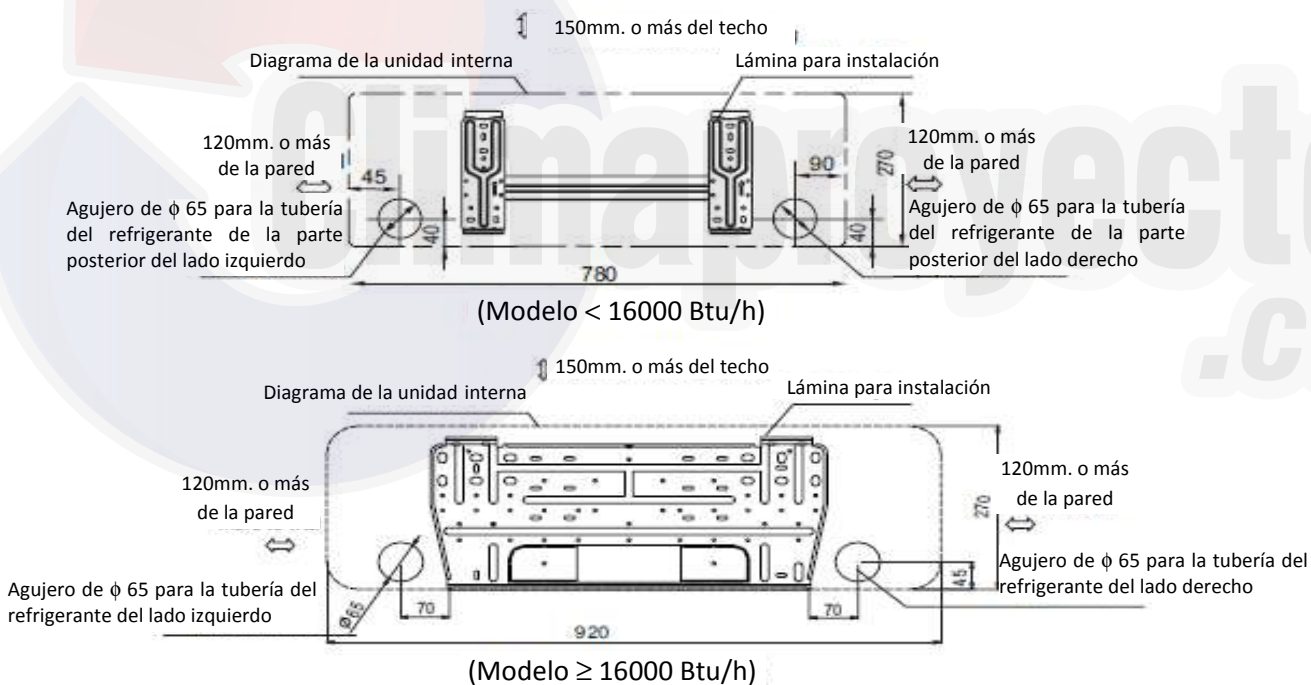

Fig.5
1. Determine las posiciones de los agujeros de acuerdo al diagrama de la Fig. 5. Haga un (1) agujero de ( $\phi$  65 mm.) ligeramente inclinado hacia afuera.